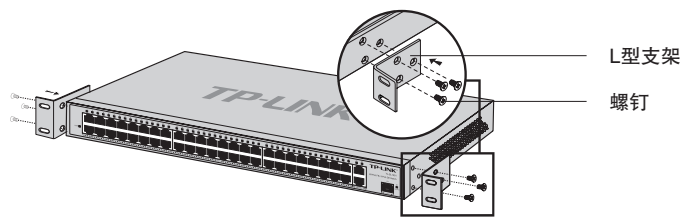

图2-2 支架安装示意图
2. 将配件中的两个L型支架分别安装在交换机面板的两侧,并用配件中提供的螺钉固定,如图2-2所示;